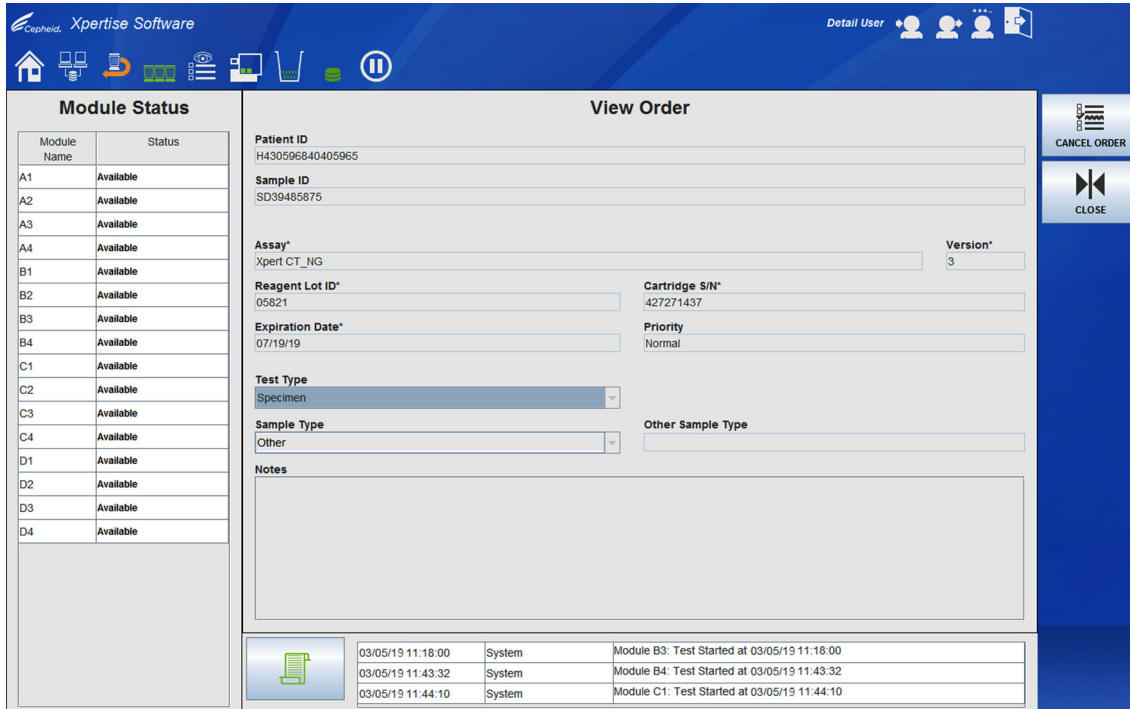

Figura 10-57. Área de trabalho View Order (Ver pedido) a mostrar pedido localizado
- Se o pedido for localizado e ainda não foi iniciado ou concluído, a área de trabalho View Order (Visualizar pedido) (ver Figura 10-57) é mostrada com o pedido localizado.
Se o pedido selecionado for um *pedido pendente*, a área de trabalho View order (Visualizar pedido) é apresentada, mostrando o pedido selecionado. Ver Figura 10-57. Selecione o botão **CANCEL ORDER (CANCELAR PEDIDO)** para cancelar um pedido pendente, caso o pretenda.